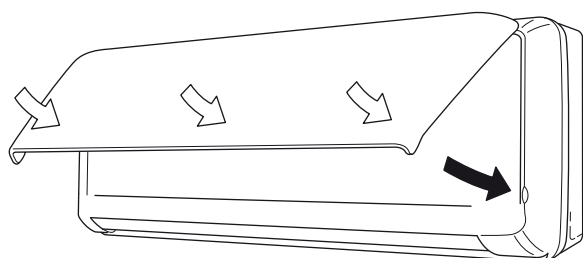

Fig. 19-2
- (6) Après avoir refermé le panneau avant, appuyez fermement sur les parties repérées par des flèches pour fixer le panneau en place. (Fig. 19-2)